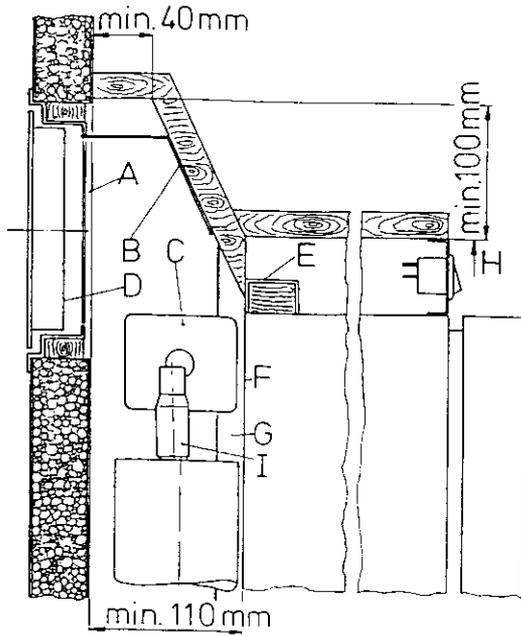
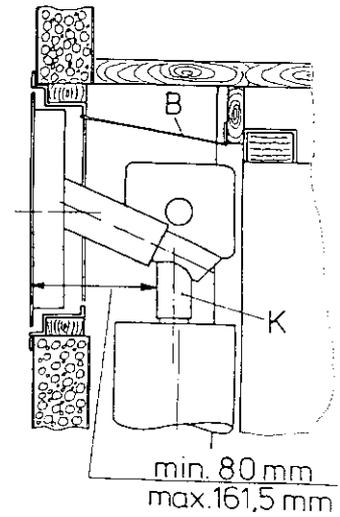

Fig. 6a
Fig. 6b
Percez l'ouverture inférieure juste au-dessus du fond de l'emplacement et l'ouverture supérieure le plus haut possible au-dessus du condenseur (C) du groupe frigorifique, au minimum comme indiqué en Fig. 6b, mais de préférence comme indiqué en Fig. 6a.